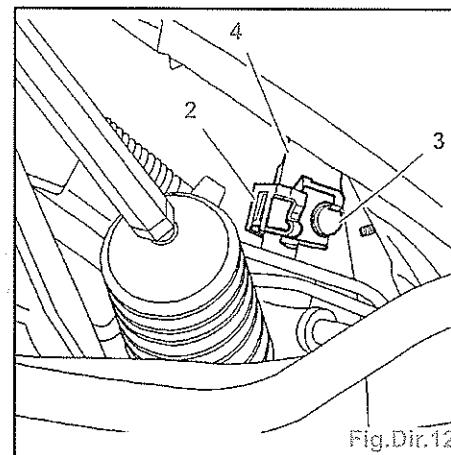

Fig.Dir.12
- Ecartez l'agrafe (2) (Fig.Dir.12).
- Déposer la vis (3).
- Basculez le cardan (4) pour le désaccoupler de la valve de direction.